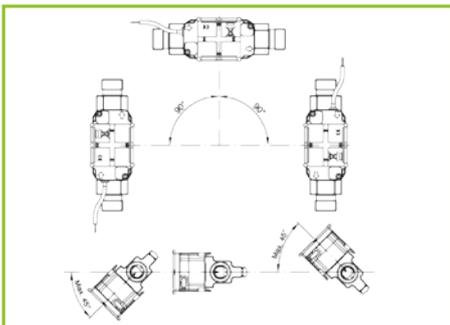

Abb. 1:
- Einbauwinkel vom Durchflusssteil beachten (siehe Abb. 1).